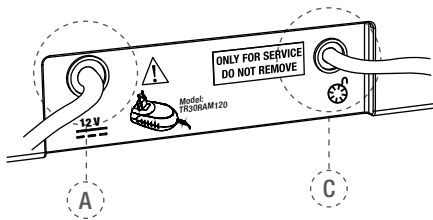

Fig. 2 Arrière de l'unité centrale
- Insérez le connecteur du chargeur de batterie dans la prise jack (A - voir Fig. 2) à l'arrière du dispositif (pour les détails voir le chapitre 7.3.3).
- Insérez le connecteur du câble de la commande à pédale située à l'arrière du dispositif (C - voir Fig. 2).
Orange clignotante: Le chargeur de batterie est correctement connecté à la prise A (voir Fig. 2) Si le dispositif se met à l'arrêt et que le chargeur de batterie est connecté, l'unité se remettra en marche et les valeurs suivantes apparaîtront :